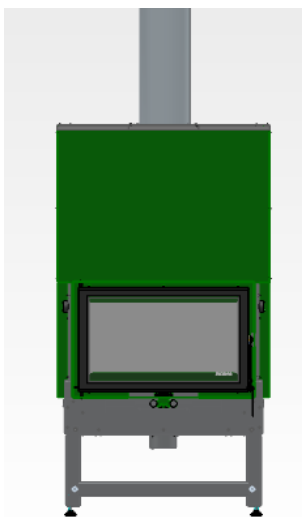

Figure 19
p) Installez l'adaptateur d'admission d'air sur le côté inférieur comme indiqué à la Figure 19. Pour fixer cette pièce, il y a 4 vis, dans le sac d'accessoires inclus dans l'équipement.